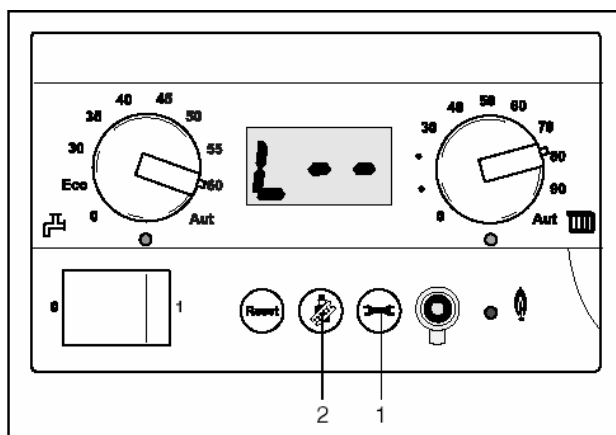

fig. 22 Maximal Inställning av effekt
- Tryck samtidigt på sotare- och serviceknappen (fig.22, pos.2 och 1) tills "L--" (se fig. 22) visas på displayen.
- Inställningen bekräftas med att trycka två gånger på serviceknappen (fig.22, pos.1).